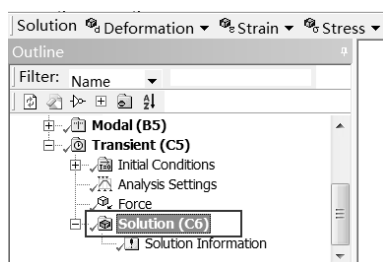

图 9-43 Solution 工具栏
Step1: 选择 Mechanical 界面左侧 Outline (分析树) 中的 Solution (C6) 选项, 此时会出现如图 9-43 所示的 Solution 工具栏。